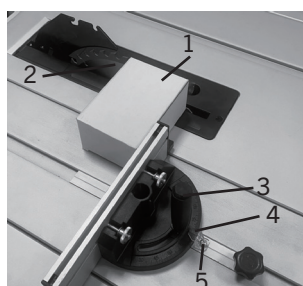

FIG. 16
4. Assurez-vous que le guide d'onglet est bien d'équerre avec la lame de scie. Placez une équerre (1) (Fig. 16) contre la lame (2), desserrez la poignée de verrouillage (3) et placez le guide d'onglet contre l'équerre. Une fois le guide d'onglet parfaitement aligné avec la lame, resserrez la poignée de verrouillage (3). Si l'indicateur (4) doit être aligné, desserrez la vis (5), repositionnez l'indicateur et resserrez la vis.